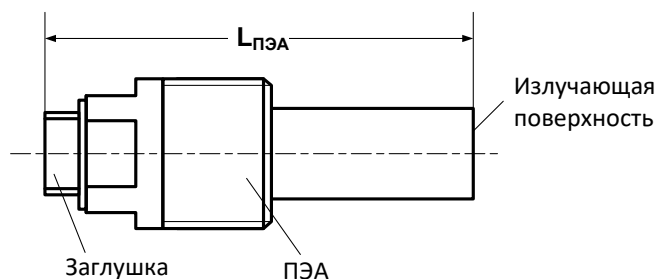

Рис.8. Измеряемая длина корпуса ПЭА.
- 4.4.1. Перед установкой в патрубки измерить длину корпусов пары (первого и второго по потоку) ПЭА с установленными в них заглушками (рис.8).